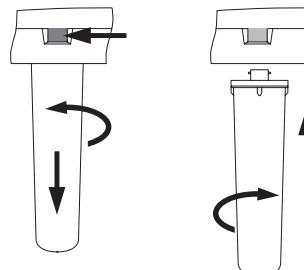

Рис. 11
- Нажав до упора и удерживая стопорную кнопку, поверните использованные модули K5 и (или) K2 против часовой стрелки и выньте их (рис. 11).